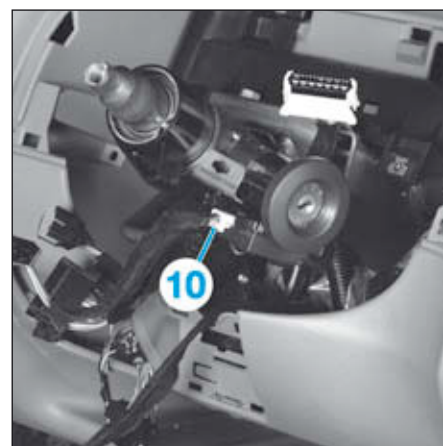

FIG.15
- Débrancher le connecteur (10) et déposer le transpondeur (Fig.15).